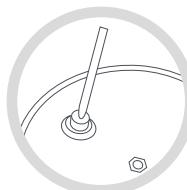

Fig. 5
1. Conduit d'évacuation de vapeur (23).
Retirez le couvercle (1) et la soupape pivotante (22). Vérifiez depuis la partie interne du couvercle (1) que le conduit d'évacuation de vapeur (23) est bien propre. Si ce n'est pas le cas, nettoyez-le avec une tige fine (Fig. 5).